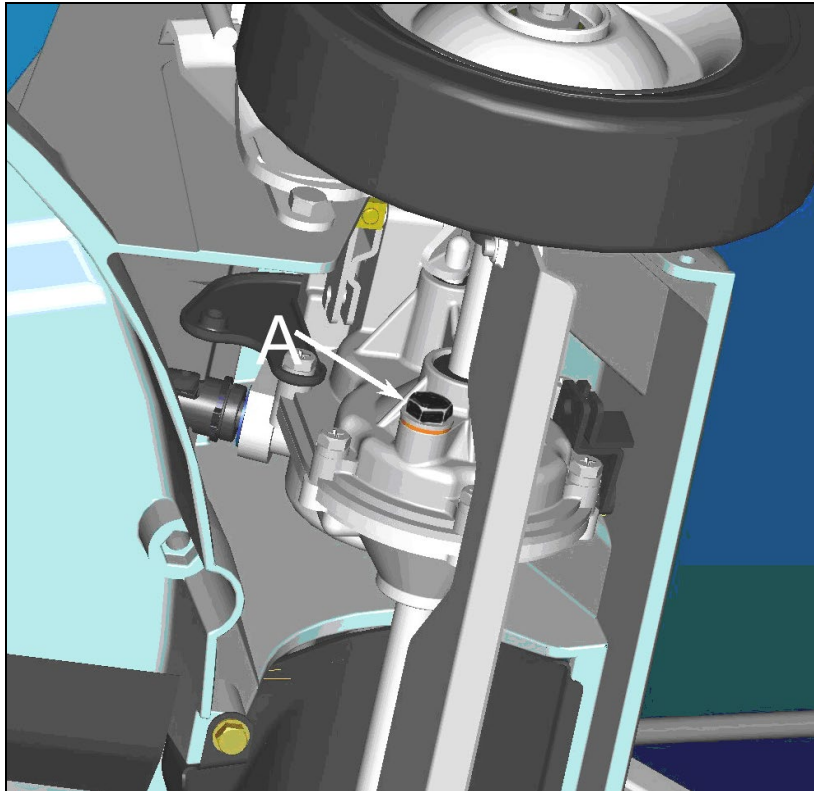

Figure 18
- Dévissez et enlevez le bouchon de remplissage (vis de 14 mm) qui se trouve sur le côté gauche du carter de transmission (figure 18, repère A).